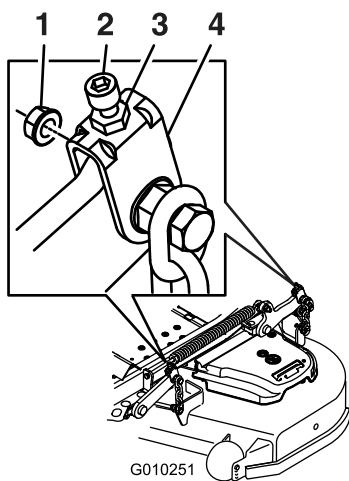
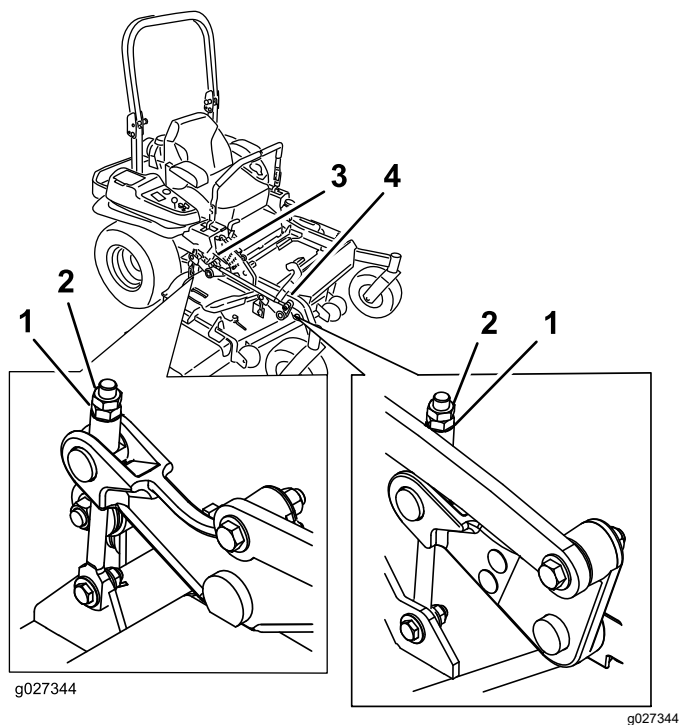

Figura 116
Figura 117
10. Gire la tuerca de ajuste del conjunto de elevación de la carcasa delantera para modificar la altura (Figura 116 o Figura 117).
16. Gire el tornillo de ajuste hasta obtener una altura de 8.3 cm ($3\frac{1}{4}$ ") (Figura 117).